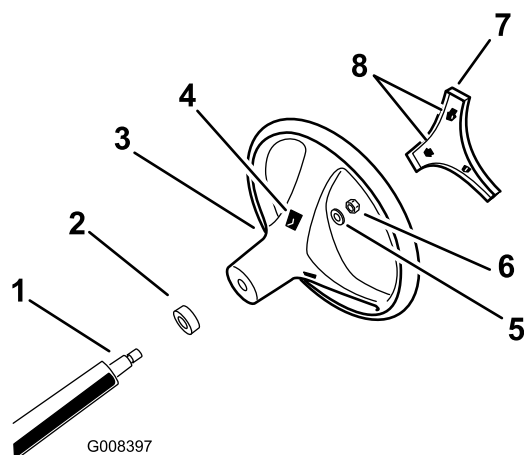

Figura 3
4. Fixe o volante no eixo com a porca de bloqueio e aperte-a a 24 a 29 N m como se mostra na Figura 3.
5. Alinhe as patilhas da tampa com as ranhuras no volante e coloque a tampa no volante (Figura 3).